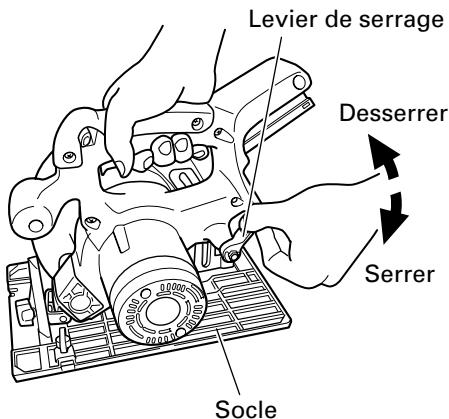
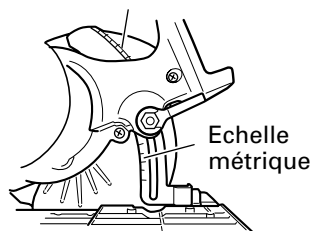

Fig. 13
Fig. 14
Si le levier de serrage qui permet de régler la profondeur de coupe (Fig. 13) est mal vissé, il y a risque de blessure. Bien vérifier qu'il est vissé à fond.
1. Réglage de la profondeur de coupe (Fig. 13, Fig. 14)